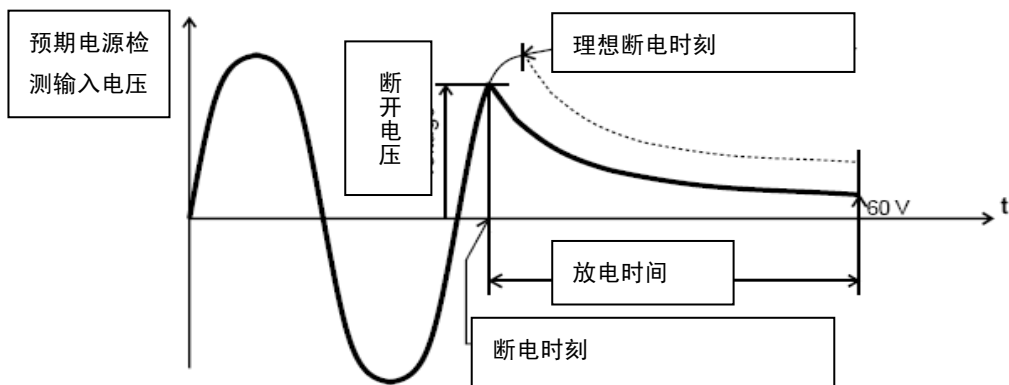

图 20. 电源检测输入的电压
- 在测量过程中显示实际的电压，当测量结束时将显示断开电压（参见图 20）。
- 在测量过程中将显示实际电压，当测量结束时将显示断开电压（参见图 20）。